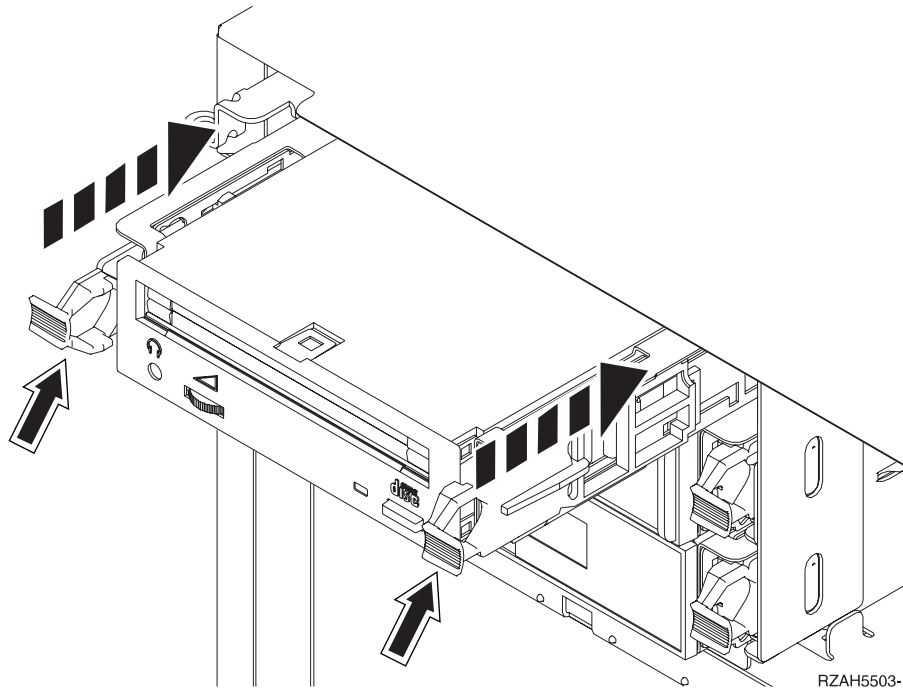

Figura 6. Instalación de dispositivos de medios extraíbles
- 4. Observe la Figura 6 y alinee el dispositivo en el lugar que ocupaba el frontal de relleno.